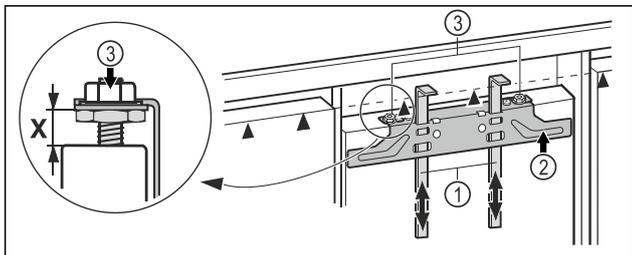

Fig. 44
- Pousser les aides au montage Fig. 44 (1) à hauteur de la porte du meuble. Bord de butée inférieur ▲ de l'aide au montage = bord supérieur de la porte de meuble à monter.
- Dévisser la traverse de fixation Fig. 44 (2) avec les contre-écrous Fig. 44 (3).